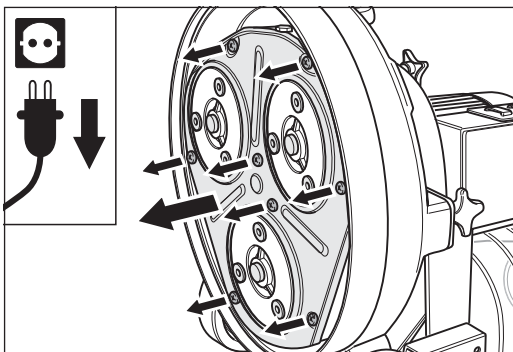

Fig. 56 Dévissez ensuite les huit vis et enlevez la tôle de recouvrement.
- 6 Desserrez les huit vis de la tôle de recouvrement et enlevez celle-ci (fig. 56).